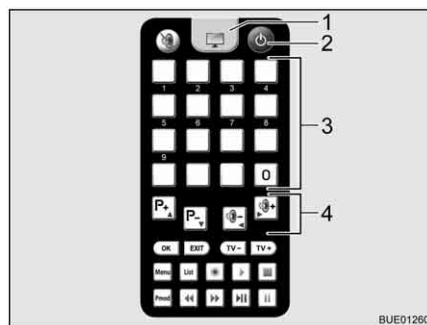

Bild 22 Fjärrstyrning TV-apparat
- Tryck på knappen "⏻" (Bild 22,2) på fjärrstyrningen till TV-apparaten. Systemet växlar till sökläge. En konstant signal ljuder.
- Tryck på TV-knappen (Bild 22,1) på fjärrstyrningen till TV-apparaten för att koppla om till TV-mottagning. Signalen tystnar. En bild visas på skärmen.
- Ställ in den önskade sändaren via lagringsknapparna (Bild 22,3) eller funktionsknapparna (Bild 22,4) på fjärrstyrningen till TV-apparaten.